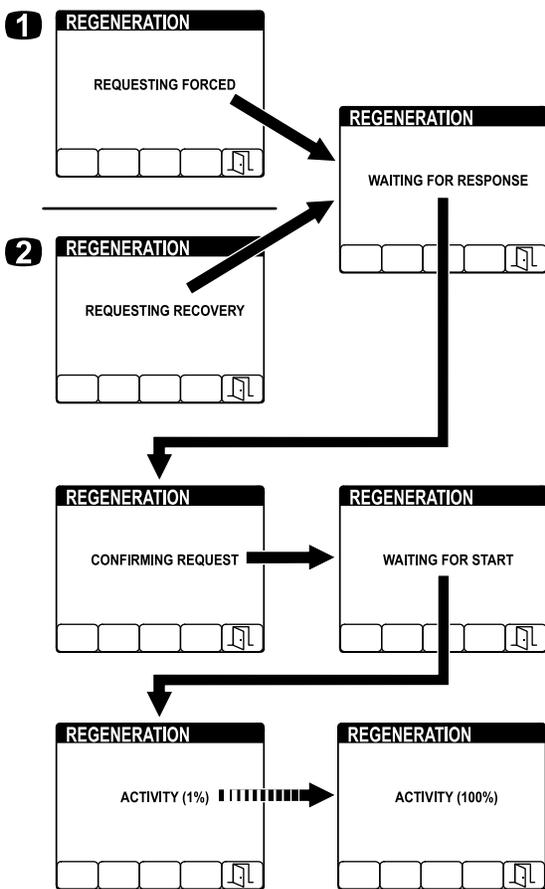

Рисунок 52
4. Во время процесса регенерации на дисплее инфо-центра отобразится ряд сообщений (Рисунок 52):